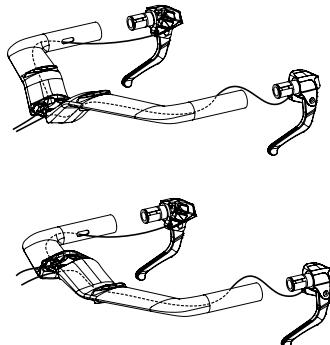

Abb. 6.1
- 1- **Verlegung der Elektrokabel von den Bremshebeln in die Starter des Lenkerbügels.** Die Anschlüsse der Hebel von den länglichen Öffnungen der Starter bis zu den Mittelbohrungen des Lenkerbügels führen (Abb. 6.1)